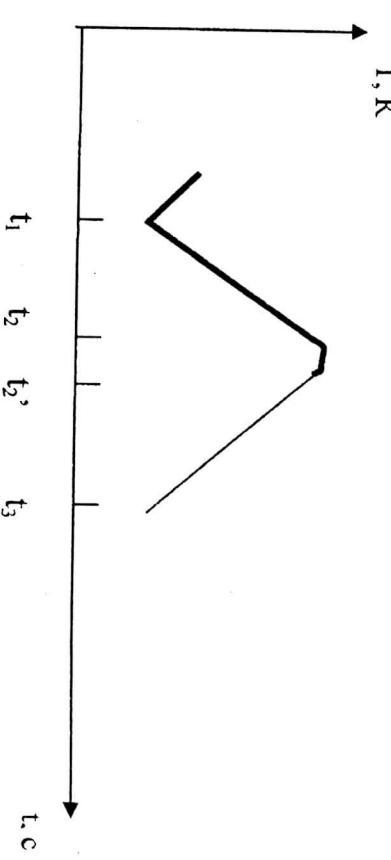

Рис.1. График температурного хода калориметра.
Из-за теплообмена температура калориметра представляет собой сложную функцию времени (рис.1).
2) По полученным данным (режим нагрева) построить график зависимости $T = f(t)$ (анalogичный рис.1).
4) Рассчитать тепловое значение калориметрического сосуда по формуле (4).
11. С целью подготовки установки к новой серии опытов перекрыть кран (8) на атмосферу, открыть кран (7) и (10), включить микропрессор для прокачки нагретого воздуха в калориметре. Одновременно включить секундомер. После достижения комнатной температуры выключить секундомер и микропрессор, закрыть краны (7) и (10). Записать время прокачки $t_{пр}$.